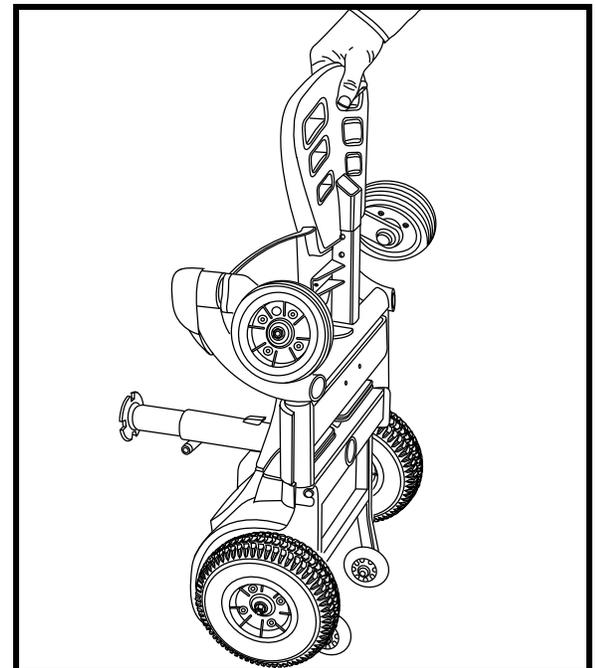

Figure 15. Soulevez la section avant
3. Attrapez le plateau du repose-pieds pour soulever la section avant à la verticale sur la section arrière. **Voir la figure 15.**